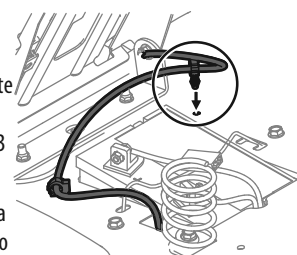

Figura 7
5. Usando o clipe de arnês preso ao arnês, prenda a sobra de arame em ao pára-lama, encaixando o clipe do arnês como mostrado na Figura 7.